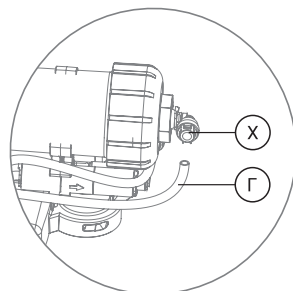
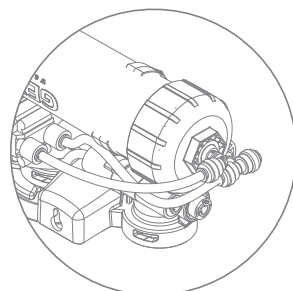

Рис. 19
Рис. 20
4. Трубку (Г) (рис. 19) вставьте в угловой фитинг (Х) (рис. 19, рис. 20).